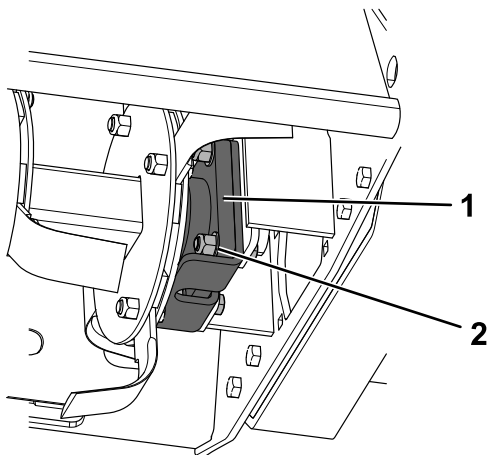

Рисунок 9
5. Поддерживая ротор в сборе с помощью подъемного устройства, удалите 4 контргайки ($\frac{5}{8}$ дюйма), 4 шайбы и 4 болта ($\frac{5}{8}$ x $2\frac{1}{2}$ дюйма), которые крепят ограждение подшипника и подшипник на каждой стороне ротора в сборе (**Рисунок 9**).
1. Установите ротор в сборе с 2 ограждениями подшипников и подшипниками с помощью 4 контргайек ($\frac{5}{8}$ дюйма), 4 шайб и 4 болтов ($\frac{5}{8}$ x $2\frac{1}{2}$ дюйма) для обоих комплектов ограждений и подшипников (Рисунок 9). Затяните болты с моментом от 183 до 224 Н·м.